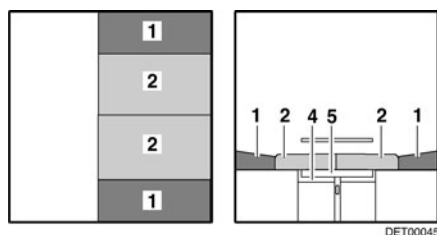

Fig. 84 Después de la transformación
- Tirar de los cojines del asiento (Fig. 84,2) hacia el centro.
- Colocar los cojines del respaldo (Fig. 84,1) entre los cojines del asiento y la pared.